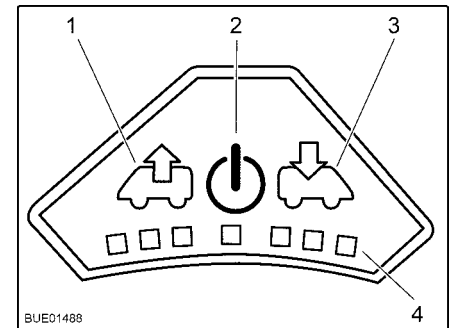

Fig. 128 Quadro comandi del ventilatore
- Accensione:** ■ Premere il tasto On/Off (Fig. 128,2). Il ventilatore funziona in modalità comfort (sfiato al numero di giri minimi del ventilatore).
- Sfiato:** ■ Per aumentare il numero di giri del ventilatore: Premere il tasto Sfiato (Fig. 128,1). Il numero di giri del ventilatore aumenta di uno stadio in direzione sfiato. I LED (Fig. 128,4) indicano gli stadi di commutazione.
■ Per ridurre il numero di giri del ventilatore: Premere il tasto Aerazione (Fig. 128,3). Il numero di giri del ventilatore si riduce di uno stadio.
- Aerazione:** ■ Per aumentare il numero di giri del ventilatore: Premere il tasto Aerazione (Fig. 128,3). Il numero di giri del ventilatore aumenta di uno stadio in direzione aerazione. I LED (Fig. 128,4) indicano gli stadi di commutazione.
■ Per ridurre il numero di giri del ventilatore: Premere il tasto Sfiato (Fig. 128,1). Il numero di giri del ventilatore si riduce di uno stadio.
- Spegnimento:** ■ Premere il tasto On/Off (Fig. 128,2). Il ventilatore si ferma, i LED si spengono.